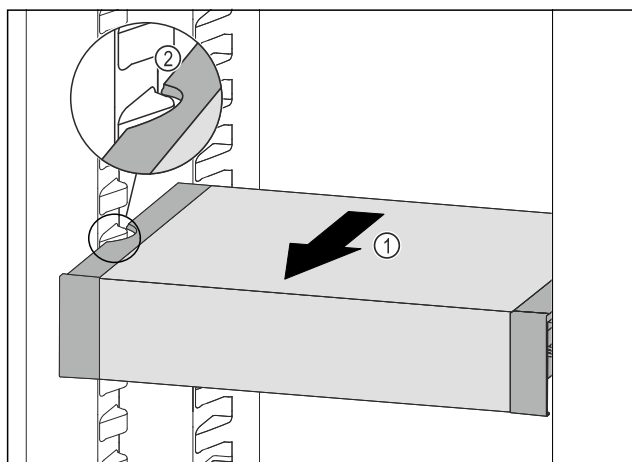

Fig. 46
- ▶ VarioSafe pociągnąć w przód Fig. 46 (1), aż boczne wycięcia szuflady VarioSafe będą się znajdować na wysokości żeber pojemnika w chłodziarce. Fig. 46 (2)